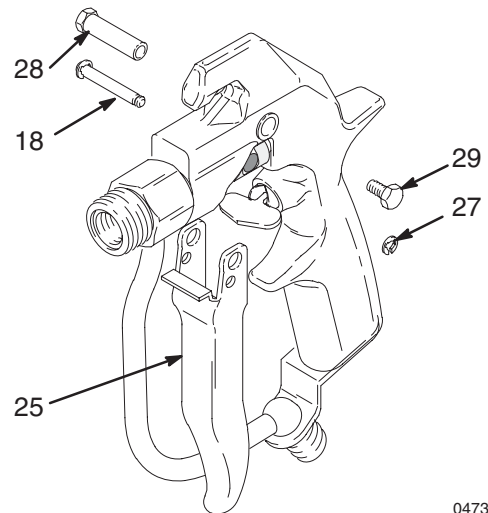

Abb. 8
4. Eine Klammer (27) abziehen. Den Stift (18) herauschieben. Schraube (29), Drehzapfen (28) und Abzugshebel (25) ausbauen. Siehe Abb. 8.